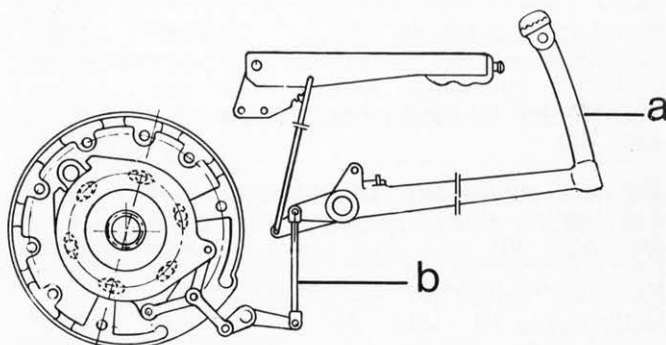

Abb. 44 - Bedienungseinheit der Scheibenbremsen.
- Der Hub (a) muss dem in der Tabelle angegebenen entsprechen; sollte dies nicht der Fall sein, ist er durch die entsprechende Zugstange (b - Abb. 44) bis zum Erreichen des vorgeschriebenen Wertes einzustellen.